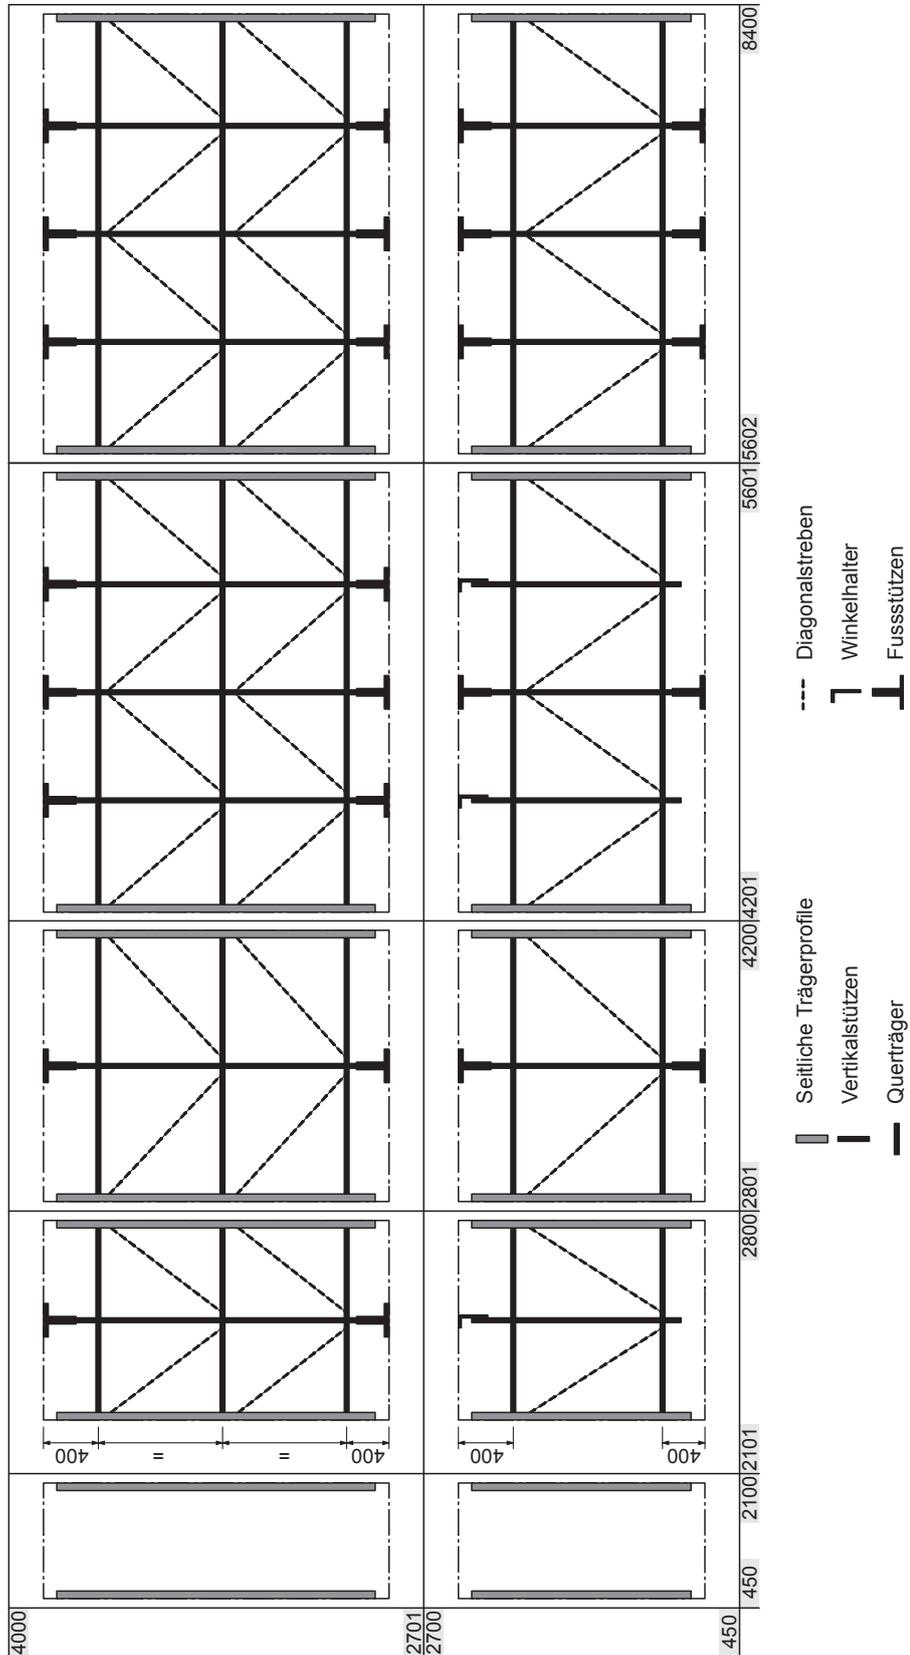

Abb. 4: Übersicht der Rahmenkonstruktionen des Nachverdunsters (Kanallinnenmasse in mm)
Wichtig: Bei Systemen mit einer Breite >2800 mm werden einzelne oder alle Vertikalstützen der Nachverdunstereinheit mit speziellen Stützfüßen an der Kanaldecke und am Kanalboden befestigt (siehe Abb. 4). Bei Systemen mit einer Breite von >4500 mm wird zusätzlich auch die Vertikalstütze der Düseneinheit mit einem Stützfuß am Kanalboden befestigt (siehe Abb. 24). Stellen Sie sicher, dass die Montagefläche auf der die Stützfüße am Kanalboden (oder in der Wanne) und an der Kanaldecke befestigt werden, mit entsprechenden Traversen verstärkt werden.
8. Diagonalstreben montieren (siehe auch Übersicht Rahmenkonstruktionen in Abb. 4):